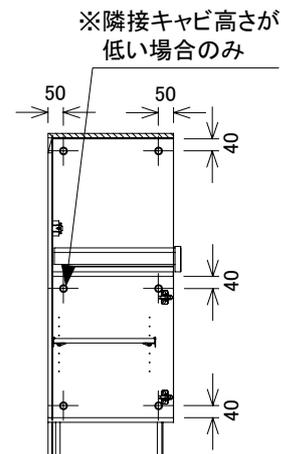

図15
- (1)側板に下穴(φ4穴)をあけてください。
- (2)エンドパネルを後壁に押し当て、(1)であけた下穴よりキャビネット内側から付属ネジ2で固定してください。(図15参照)